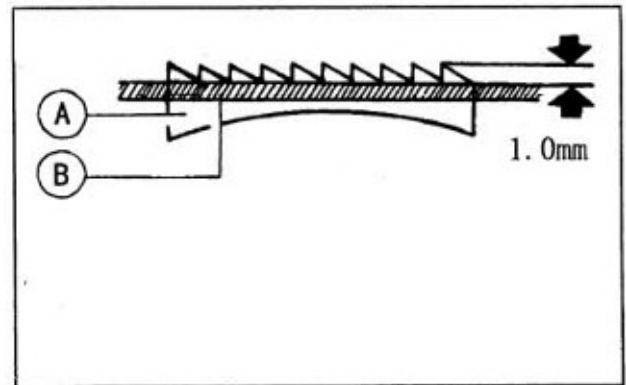

图 23
- (3) 把牙架 B 按图 22a 所示的箭头方向移动，定出送布牙高度(送布牙高度：送布牙尖端至针板面 B 的间距为 1mm 见图 23)
- (4) 调节好后把螺钉 A 旋紧。